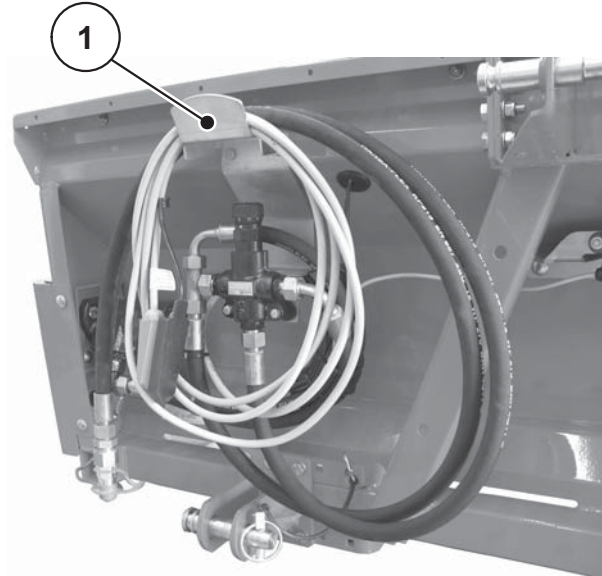

Bild 6.11: Halterung für Kabel und Schläuche
- Legen Sie nach dem Abkuppeln die Hydraulikschläuche und Elektrokabel auf den Rahmen, in die dafür vorgesehene Halterung ab (siehe Bild 6.11).